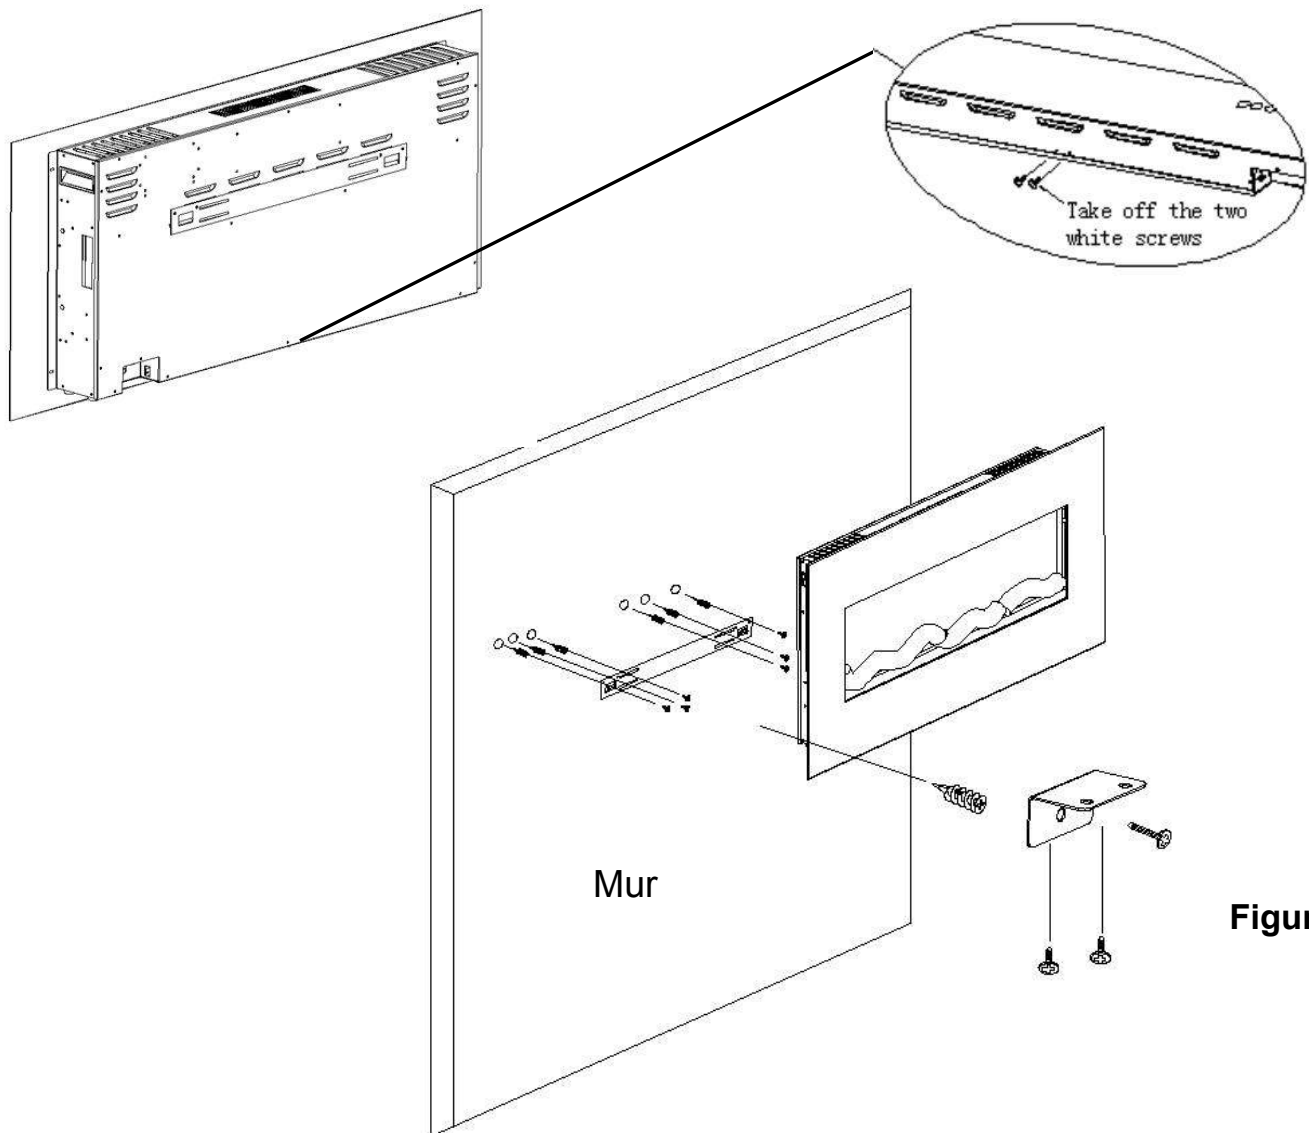

Figure 2.
B. Dévissez les deux vis blanches du bas du foyer, puis vissez l'équerre de fixation d'un côté au bas du foyer en utilisant les vis blanches et de l'autre côté au mur en utilisant les ancrages fournis (**C**) et les vis à bois (**B**), en les bien serrant. **Figure 2**